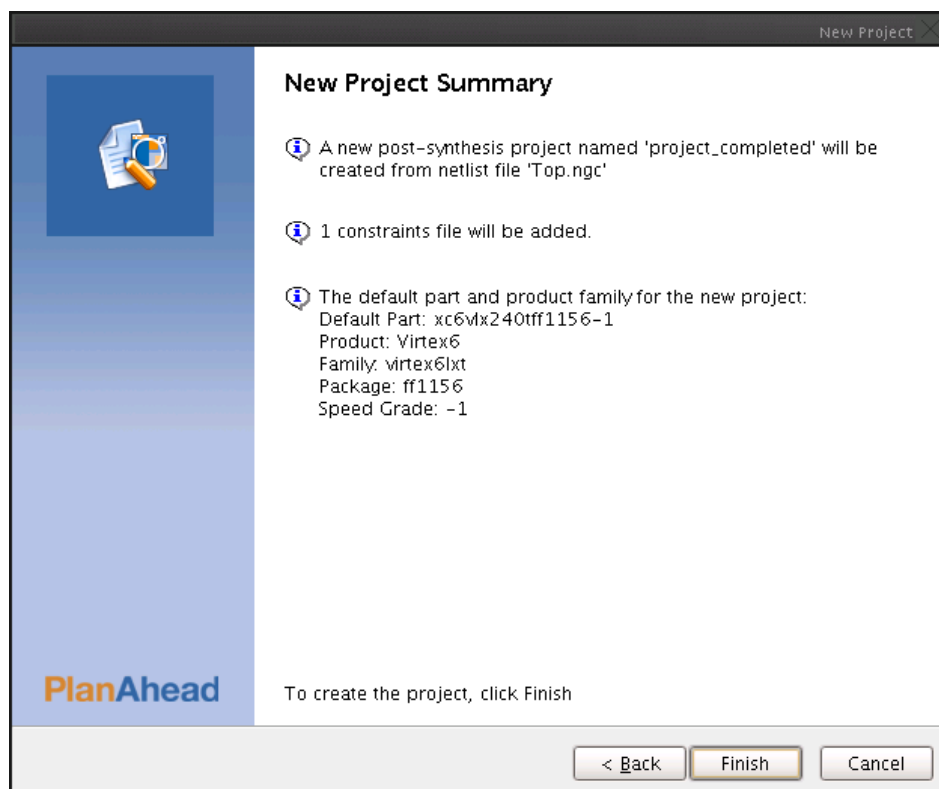

図 4 : 新規プロジェクトのサマリ
- 2-1-9 [New Project Summary] ページで図 4 のようにプロジェクトが設定されていることを確認したら、**[Finish]** をクリックします。